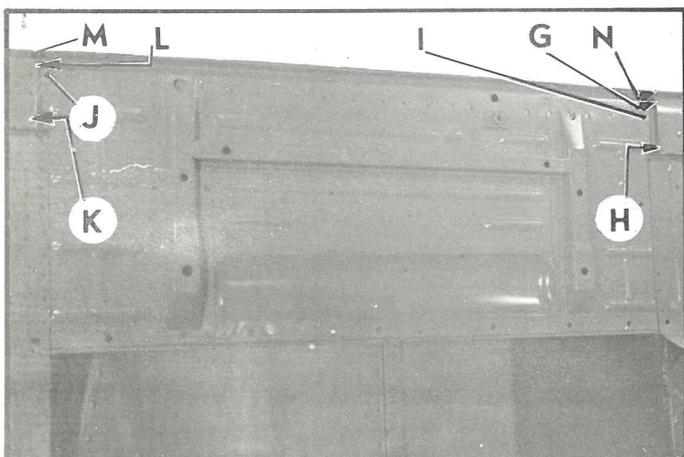

Fig. 2
- en* NG (fig. 2)
- en* GH (fig. 2)
- en* ML (fig. 2)
- en* LK (fig. 2)